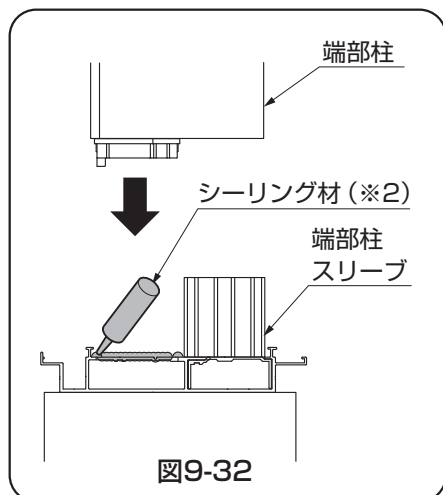

図9-32
- ①腰壁テラス端部柱を端部柱スリーブに、【2-5】で取付けてください。
- ②腰壁テラス中間柱を中間柱スリーブに、【2-5】で取付けてください。
- ③側面排水の場合は、腰壁用ベース材の切欠き口にシーリング材(※2)をしてください。(図9-32参照)
- 指定の箇所には、必ず雨水侵入防止のため、シーリングをしてください。(図9-32)